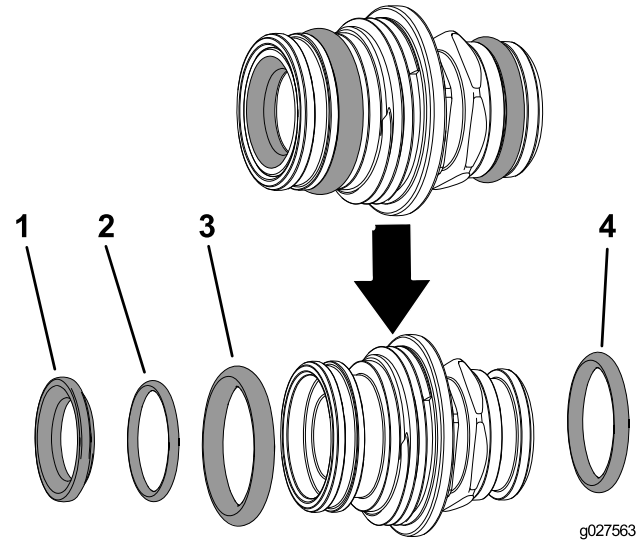

Figura 2
11. Rimuovete l'O-ring della sede della valvola, l'O-ring della valvola di non ritorno, l'O-ring della guarnizione del tappo terminale e l'O-ring del raccordo di uscita (Figura 2).